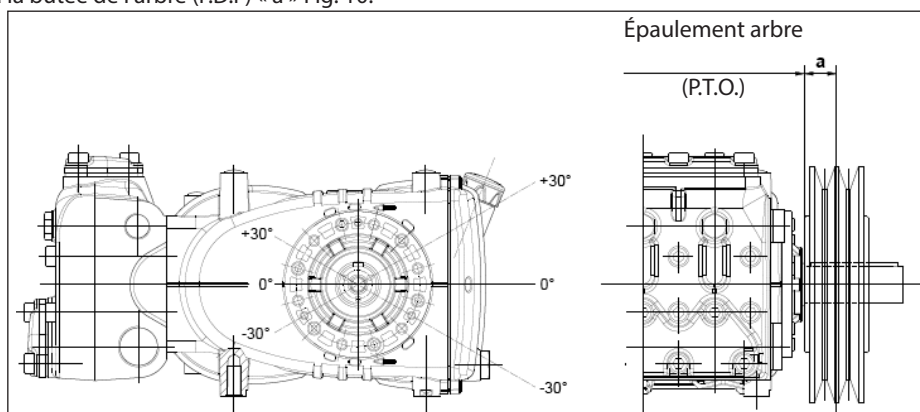

Fig. 10
La charge radiale sur l'arbre ne doit pas être supérieure à 3000 N (valeur nécessaire pour la définition du schéma). La transmission est considérée appropriée si cette charge est appliquée à une distance maximum $a=30$ mm de l'épaule de l'arbre (prise de force) comme le montre Fig. 10.
- b) Utiliser des courroies à haut rendement - par exemple **XPB** au lieu de **SPB** - car il sera nécessaire d'avoir une quantité inférieure de courroies égales à la puissance transmise et par conséquent une distance inférieure de la résultante par rapport à la butée de l'arbre (P.D.F) « a » Fig. 10.